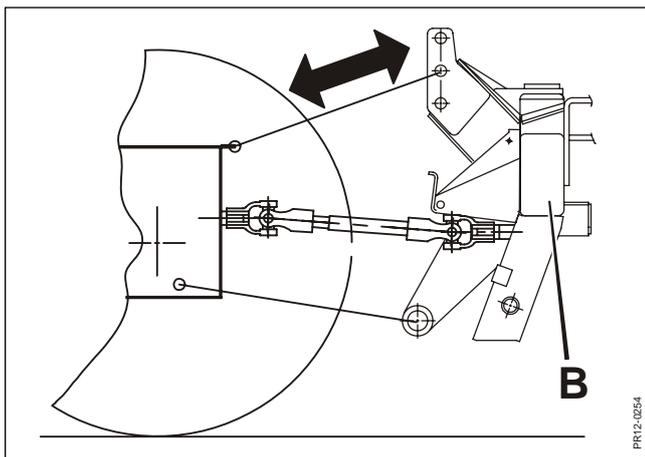

Fig. 2-15
- Fig. 2-15 10) Abaisser la machine en position travail et régler la longueur du bras supérieur pour que la tête d'attelage soit **B** verticale.